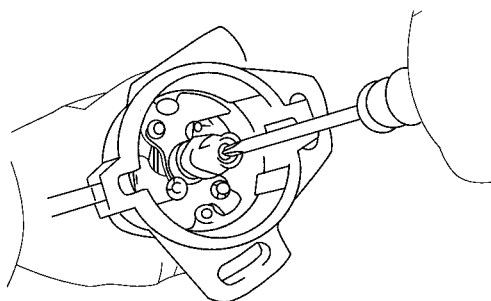

图 5-24 拆下凸轮
(7) 拆下凸轮。拆下润滑脂堵头，拧下调速器轴顶部的螺钉，拉出凸轮，如图 5-24 所示。